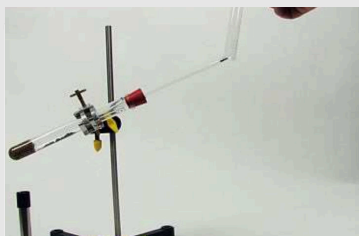

Abbildung 10
2. Stülpe ein Reagenzglas über die Düse des Glasröhrchens mit Spitze und erhitze den feuchten Sand (Abb. 10).